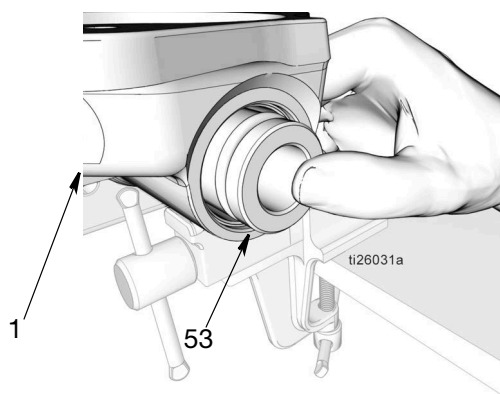

FIG. 43
- Appuyer avec les pouces pour introduire le manchon (53) dans la base de la pompe (1). Ensuite, à l'aide d'une tige tendre, enfoncer le manchon aussi loin que possible (FIG. 43).